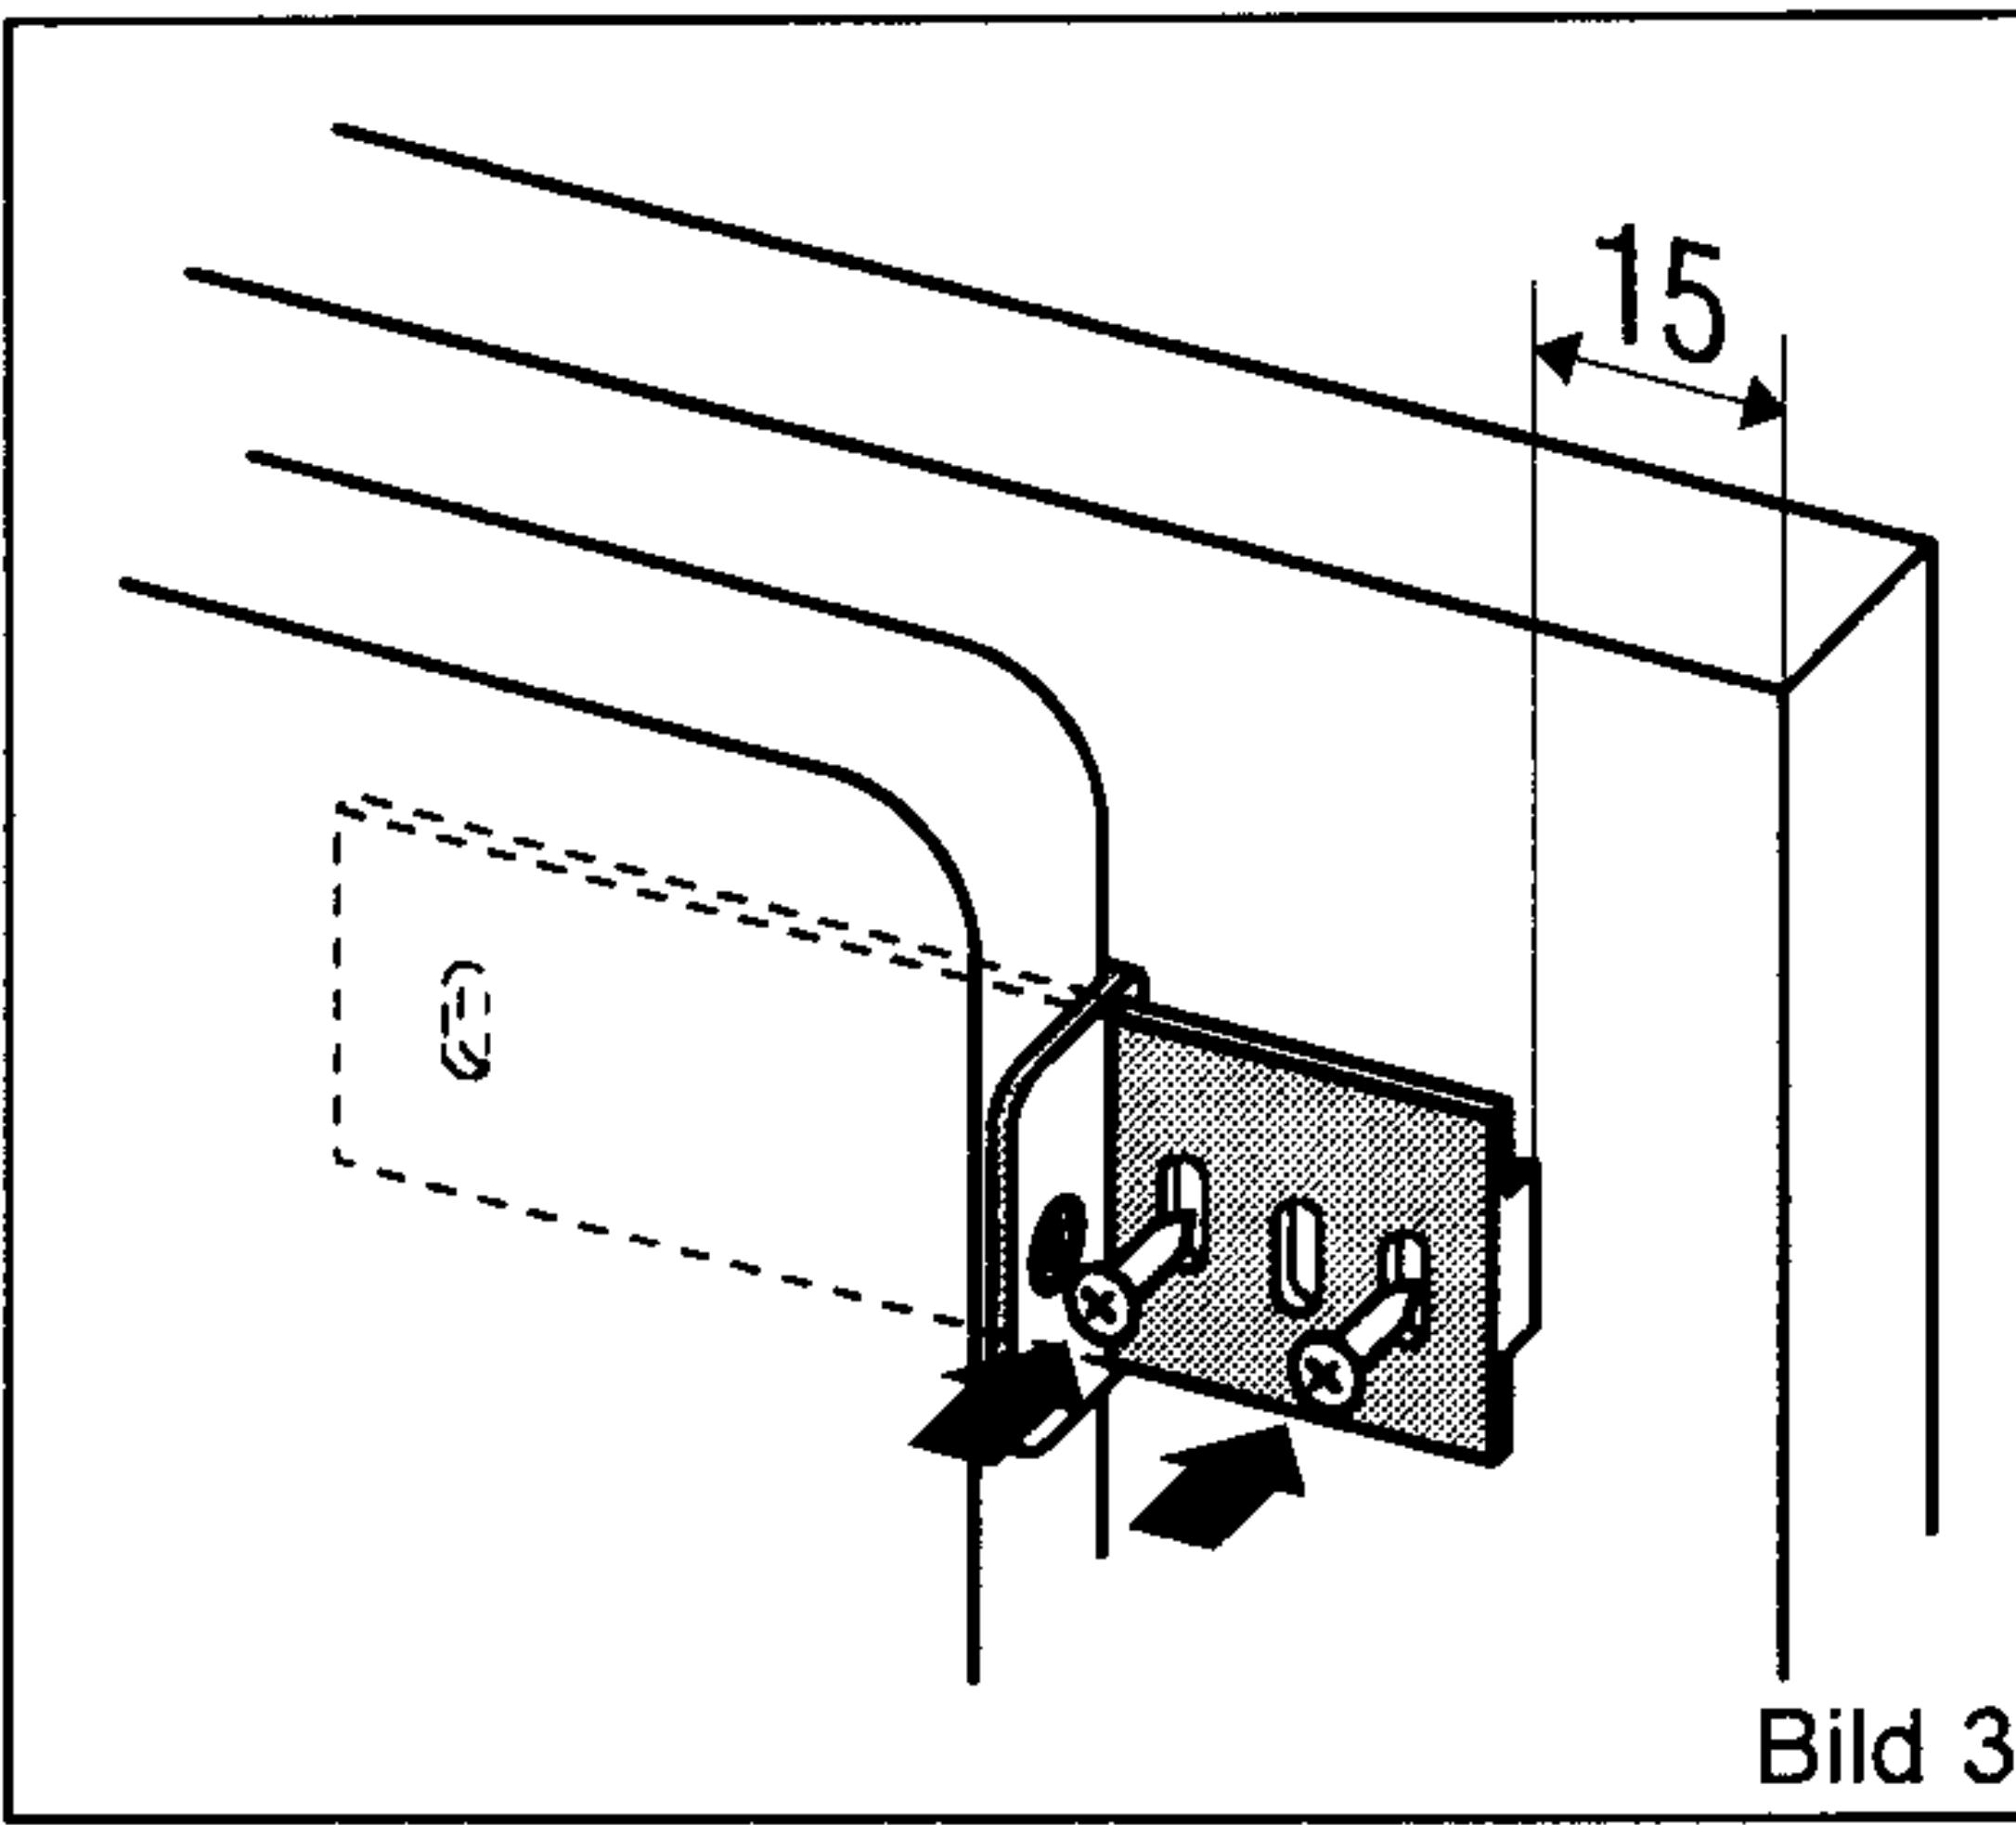

Bild 3
- Setzen Sie die Schieber in die Schieberführungen ein und befestigen Sie sie mit den Schrauben A 3,5 x 13 15 mm vom Rand der Möbelementtür (Bild 3).